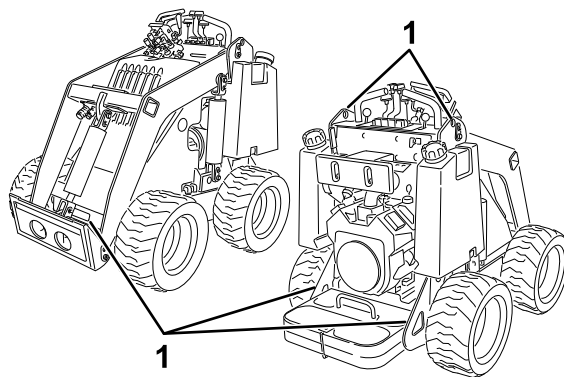

図 8
- 機体についているロープ掛けポイントを使い、チェーンやロープ、ワイヤなど適切なものでしっかりと機体をトレーラに固定する 図 8。ロープ掛けや積荷固定については各地域の法令などに従ってください。